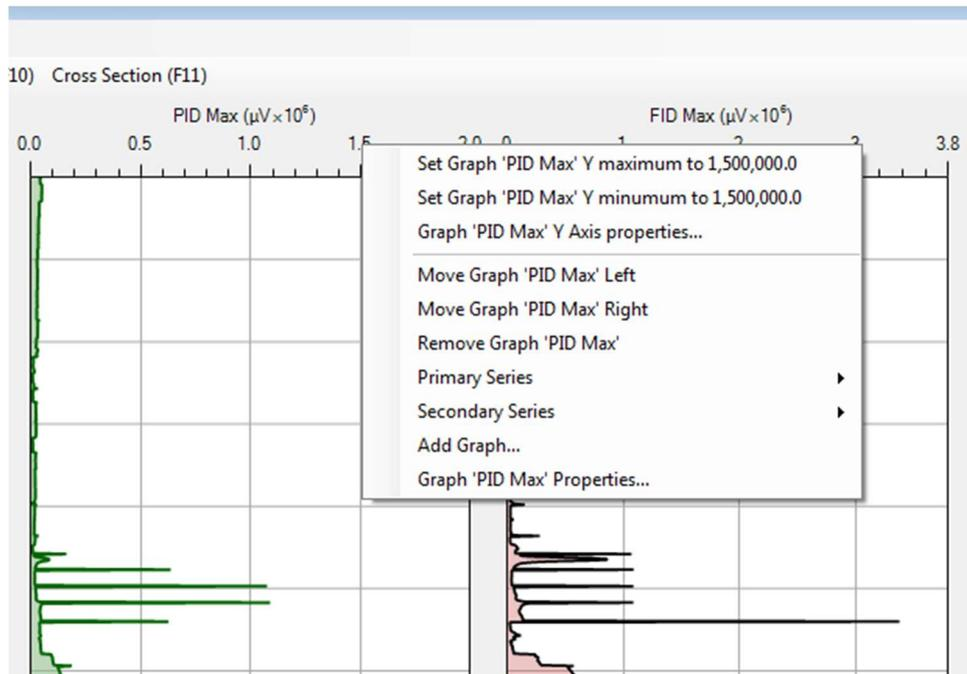

Figure 10 : Changement rapide d'échelle.
1. Réduisez rapidement l'échelle d'un graphe en plaçant le curseur de la souris sur une valeur visible de l'échelle et en cliquant-droit sur la souris. Sélectionnez l'un des premiers choix qui mettra le niveau de l'échelle soit à la valeur minimale, soit maximale (Figure 10).